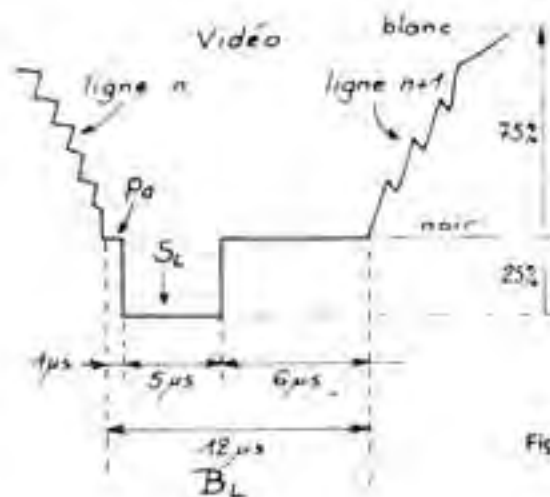

Fig. 4 - Signaux de lignes.
a) Les signaux de lignes, figure 4.